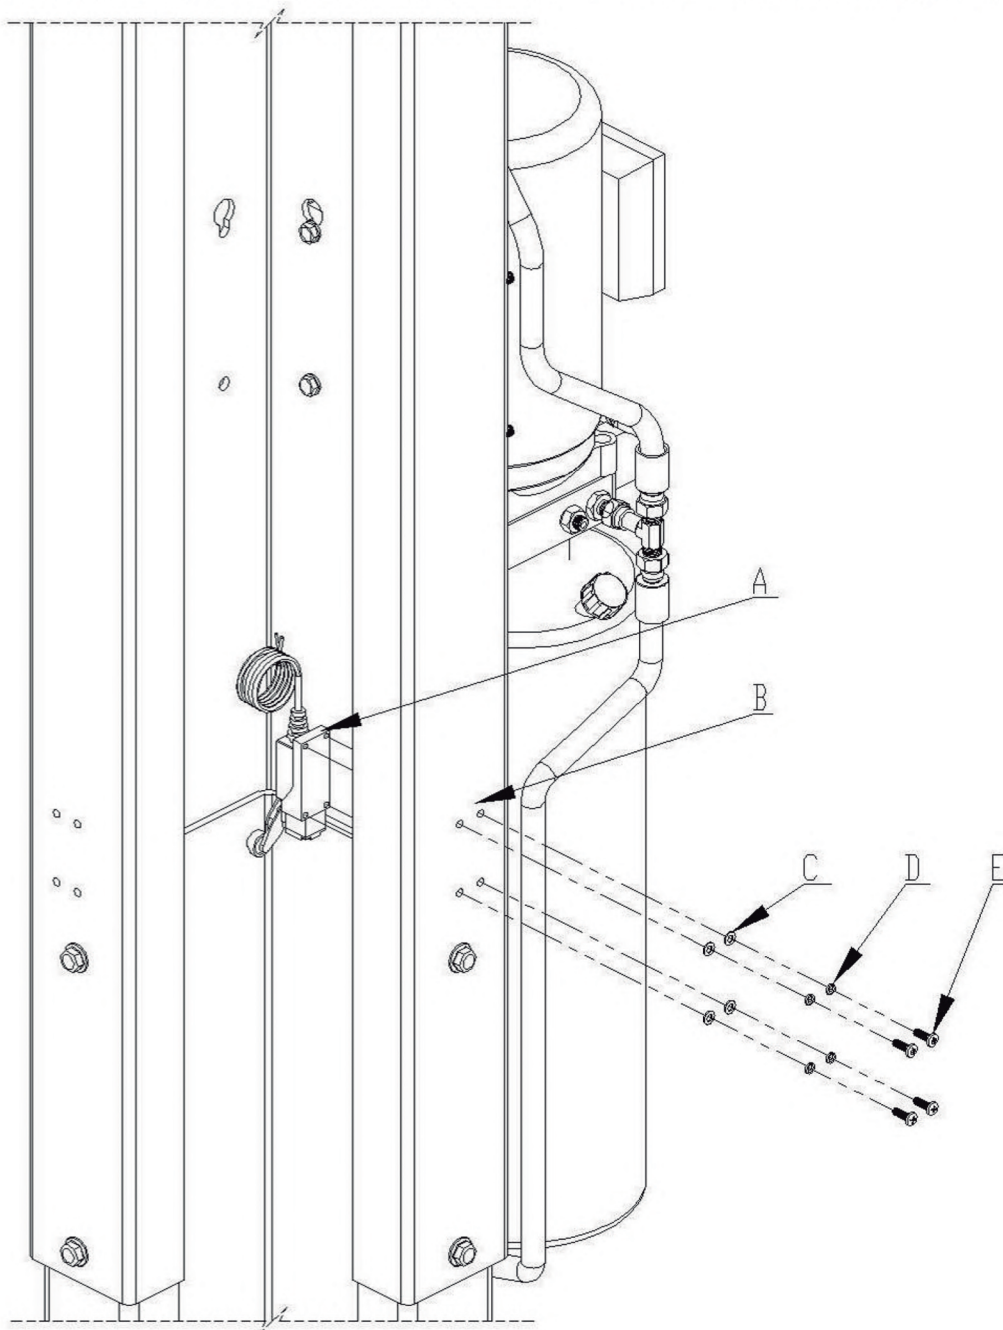

Figura 36
7.3.8 Instalação do interruptor com limitação de altura. (Figura 36)